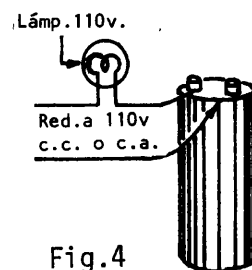

Fig.4
- a Conecte una de las puntas de la lámpara de prueba en uno de los bornes del condensador y con el otro toque la cubierta de aluminio (fig.4).